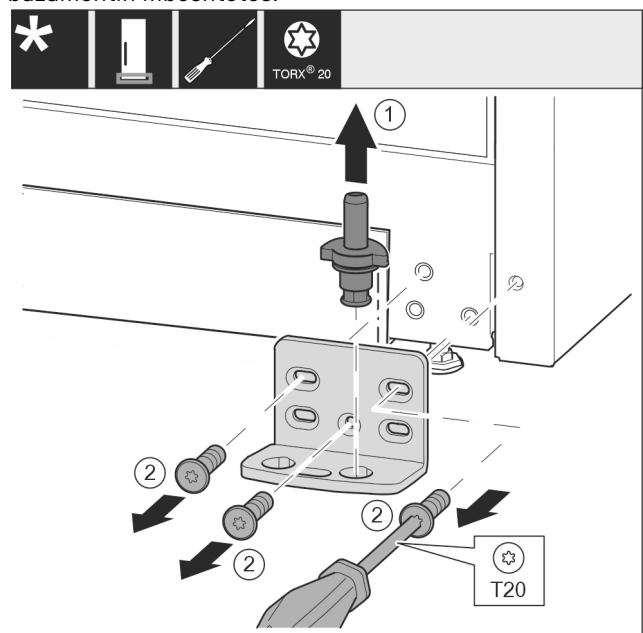

Fig. 18 *
- ▶ Nxirrni jashtë komplet bulonin e rrotullimit Fig. 18 (1) nga lart.*
- ▶ Lironi vidat Fig. 18 (2) me një kaçavidë dhe hiqni bazamentin mbështetës.*